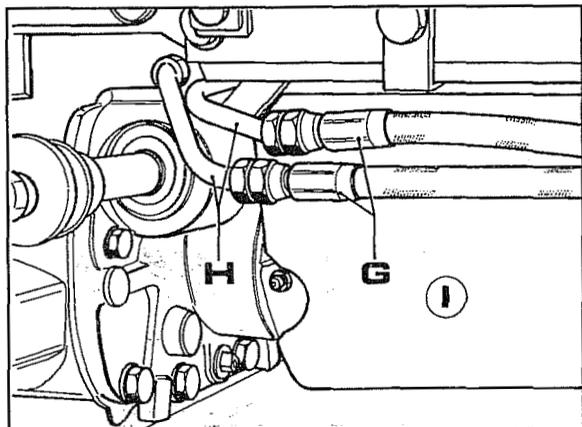

Fig. 75
7. Desconectar los dos tubos **G** fig. 75. Poner dos tapones en las extremidades de los tubos **H** para evitar pérdidas de aceite cada vez que se giran las ruedas delanteras. Quitar la protección **I** del eje doble tracción.